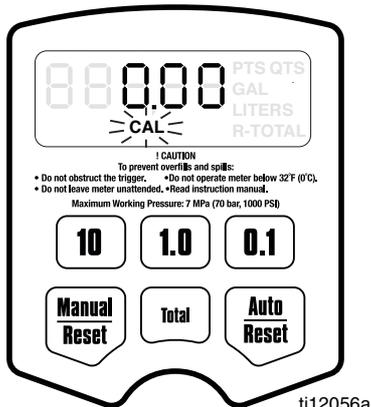

ABB. 26
- c. Drücken Sie die Taste für *Automatik / Zurücksetzen* erneut und halten Sie diese niedergedrückt, um die Anzeige des Menüs Kalibrierung (ABB. 26, Seite 18) zu erhalten. Wenn dieses Menü angezeigt wird, blinkt CAL auf dem Bildschirm.
Kalibrierung (ABB. 26)